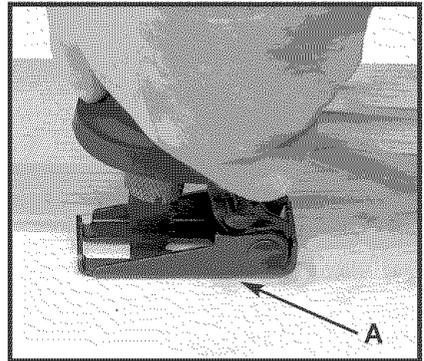

Fig. 10
La sierra son suministrados con un cambio sin llaves de quick-change girando zapato de guía. La zapata (A) **Fig. 10** sirve de apoyo durante los cortes. Su movimiento giratorio permite la inclinación gradual de la sierra hasta llegar a la posición perpendicular mientras se mueve hacia el operario.